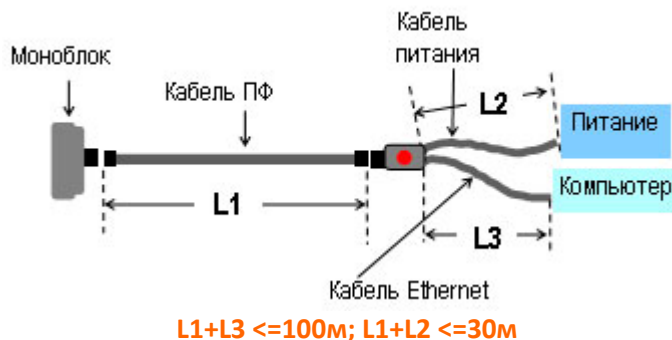

Рисунок 3. Длины кабелей
В зависимости от места крепления, используемого источника питания и положения компьютера определить длины кабелей (Рисунок 3, Таблица 1). Длины кабелей указываются при заказе.
**ПРИМЕЧАНИЕ.** По умолчанию базовый комплект поставляется с кабелями определенной длины (Рисунок 3, Таблица 1).
Gx: x – длина кабеля ПФ в метрах (L1, **Рисунок 3**)
Ex: x – длина кабеля Ethernet разветвителя в метрах (L3, **Рисунок 3**)
Rx: x – длина кабеля питания PWR005 в метрах (L2, **Рисунок 3**)